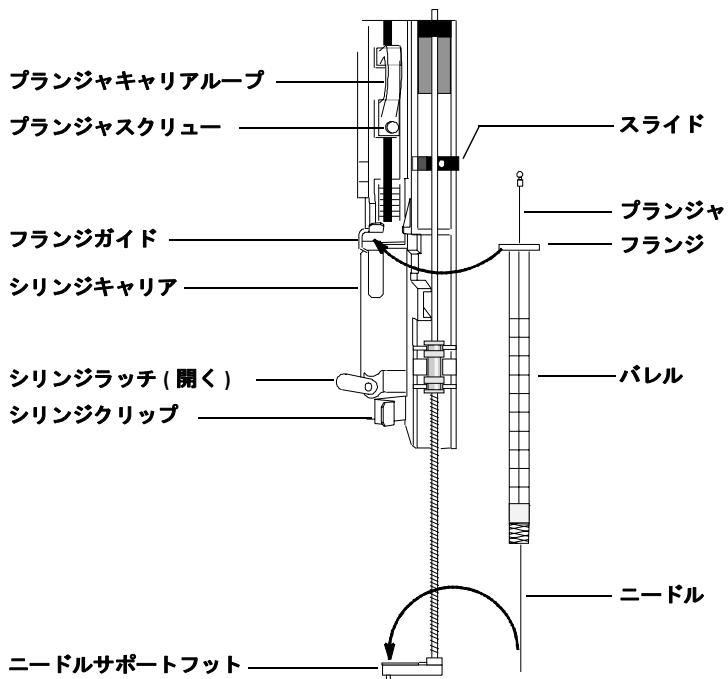

図56 シリンジを取り付ける
シリンジを取り付けるには(図56)
- 2 シリンジが取り付けられる位置になるまで、シリンジキャリッジを上に(または下に)スライドさせます。図56を参照してください。